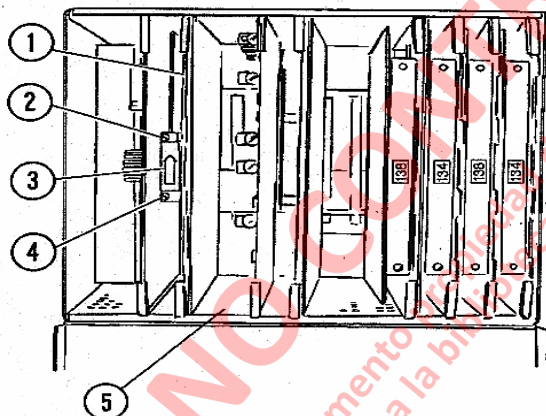

FIGURA 3-3 UBICACION DE LA BATERIA
11. Conecte un VOM a través de los tornillos que aseguran la placa verde en el borde de la tarjeta 17FB147 en el panel PSC. Conecte el conductor positivo al tornillo superior (2, Figura 3-3) y el conductor negativo al tornillo inferior (4).
1. Con la potencia de control apagada, saque la tarjeta apropiada y ubique la placa verde, con la batería cerca del borde de la tarjeta. (Ver Figura 3-3).
3. Saque los dos tornillos (2 y 4, Figura 3-3) que sujetan el conjunto de la batería (3) a los bloques de montaje. (Fíjese la dirección de la flecha (polaridad) en la placa verde antes de sacar).